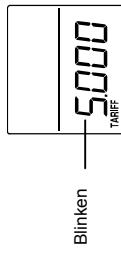

Bild 15
1. Halten Sie die TARIFF-Taste für 2 Sekunden gedrückt, um den Einstellungsmodus für –Stromtarife zu starten; die höchste Anzeigestelle beginnt zu blinken. (Bild 15)